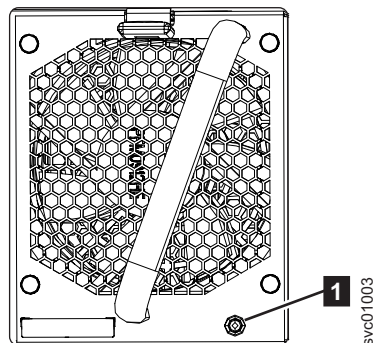

図 112. ファン・モジュール LED
**重要:** この作業はストレージ・システムの稼働を中断して行う必要があるため、必ず、最初にファンの交換を試みてください。取り外しおよび再取り付けの手順については、129 ページの『ファン・モジュールの取り外し: 2145-92F』および 104 ページの『ファン・モジュールの取り付けまたは交換: 2145-92F』を参照してください。両方のファンが正しく取り付けられていることを確認します。以下の手順は、各ファンのオレンジ色の障害 LED が点灯したままになっている (図 112 の **1**) 場合にのみ実行してください。